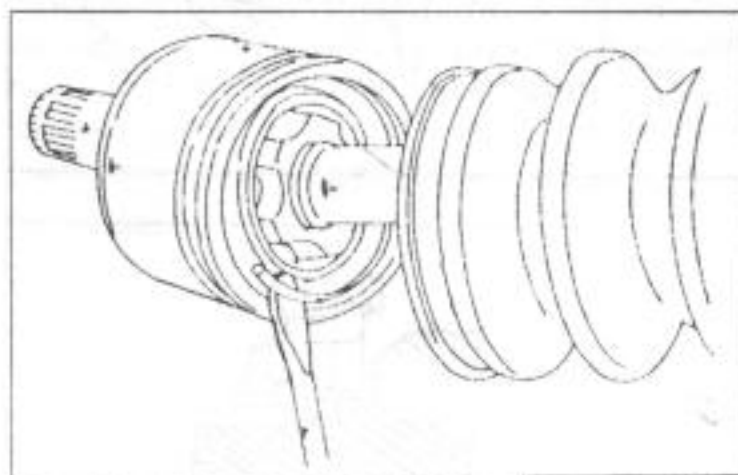

Рис.176.
- Вынуть отверткой, как показано на рис.176, предохранительное кольцо из канавки кожуха шарнира.
- Внутреннюю сторону шарового шарнира полностью заполнить смазкой и наружный корпус с зубчатым валом осторожно одеть через шарнир. Большое предохранительное кольцо вставить во внутреннюю сторону корпуса (рис.176). Проверить, чтобы кольцо хорошо сидело.
дить через шарнир. Большое предохранительное кольцо на внутренней стороне взять на пружины (рис. 176). Проверить, сидит ли кольцо безупречно по окружности.